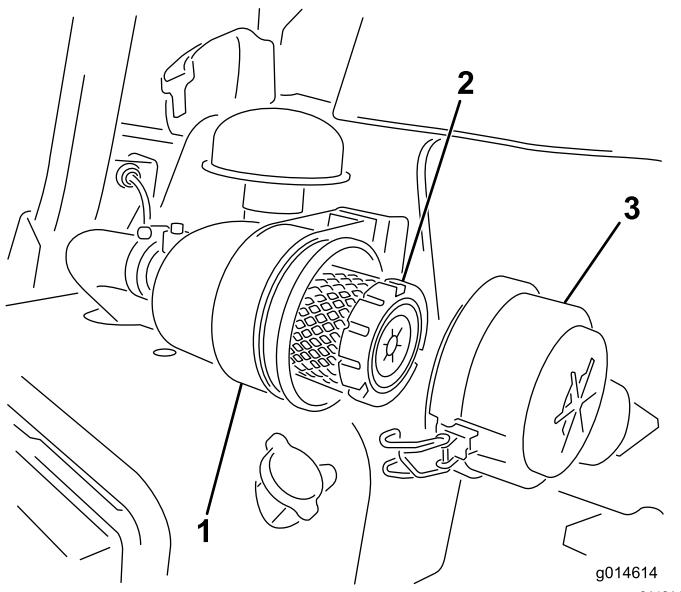

Figura 25
1. Abra los enganches que sujetan la tapa del limpiador de aire a la carcasa del limpiador de aire (Figura 25).
- Cierre los enganches (Figura 25).